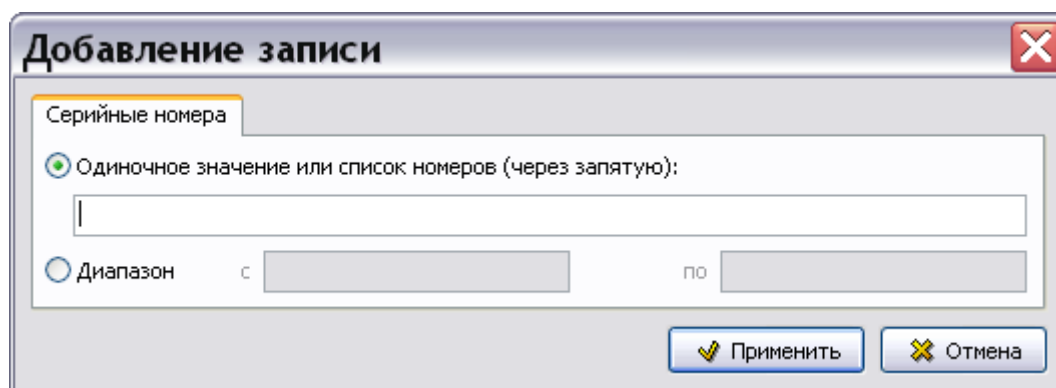

Рис. 9.13
3. Для ввода серийных номеров нажмите на кнопку **Добавить**  в правой части окна. После этого откроется диалоговое окно **Добавление записи** с вкладкой **Серийные номера** (Рис. 9.13).